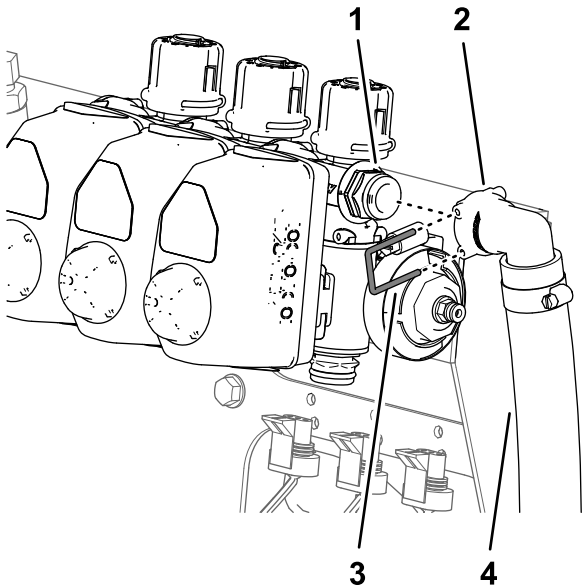

图61
- 对于不带可选手喷枪杆套件或可选电动软管卷套件的机器卸下将旁通软管的快速断开接头固定至右喷洒段旁通阀快速断开接头的小卡环图61。